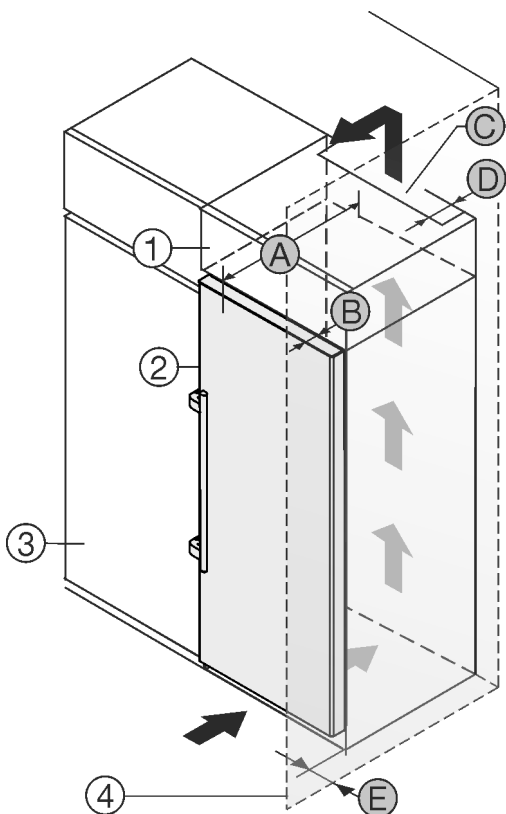

Fig. 2
- (1) Armario superior*
- (2) Aparato*
- (3) Armario de cocina*
- (4) Pared*
- (A) Profundidad del aparato*
- (B) Profundidad de la puerta*
- (C) Sección transversal de ventilación*
- (D) Distancia con respecto a la parte trasera del aparato*
- (E) Distancia con respecto al lateral del aparato*
Puede colocar el electrodoméstico directamente al lado del armario de cocina Fig. 2 (3)*.
En la parte trasera del armario superior debe haber una cámara de salida de aire con una profundidad Fig. 2 (D) que abarque toda la anchura del armario.*
Bajo el techo de la estancia debe mantenerse la sección transversal de ventilación Fig. 2 (C)*.
Si el electrodoméstico se instala con las bisagras junto a una pared Fig. 2 (4), la distancia entre el electrodoméstico y la pared debe ser de como mínimo 57 mm. Esto equivale al saliente del tirador con la puerta abierta.*
Para poder abrir totalmente la puerta, el electrodoméstico debe sobresalir la profundidad de la puerta Fig. 2 (B) respecto del frente del armario de cocina. El electrodoméstico puede sobresalir más en función de la profundidad de los armarios de cocina Fig. 2 (3) y del uso de distanciadores de pared.*